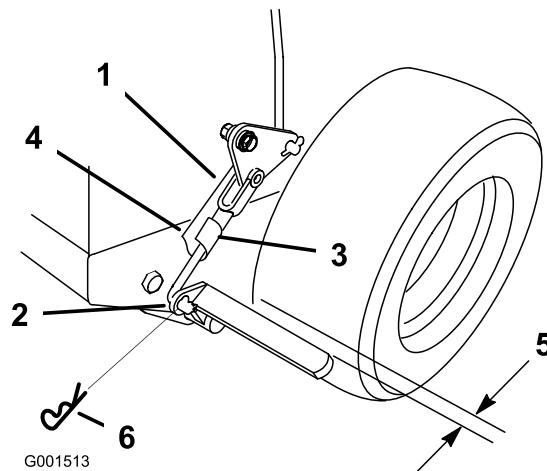

Figure 48
3. Enlevez la goupille fendue élastique de la biellette de frein inférieure (Figure 48).
4. Tournez la biellette de frein inférieure dans le sens horaire dans la chape pour serrer le frein de stationnement; tournez la biellette de frein dans le sens antihoraire hors de la chape pour desserrer le frein de stationnement (Figure 48).
Remarque: Un espace d'environ 6 mm (1/4 po) doit exister entre le pneu et la barre plate lorsque le frein de stationnement est desserré (Figure 48).
5. Fixez la biellette inférieure au levier de frein inférieur avec la goupille fendue et l'axe de chape (Figure 48).